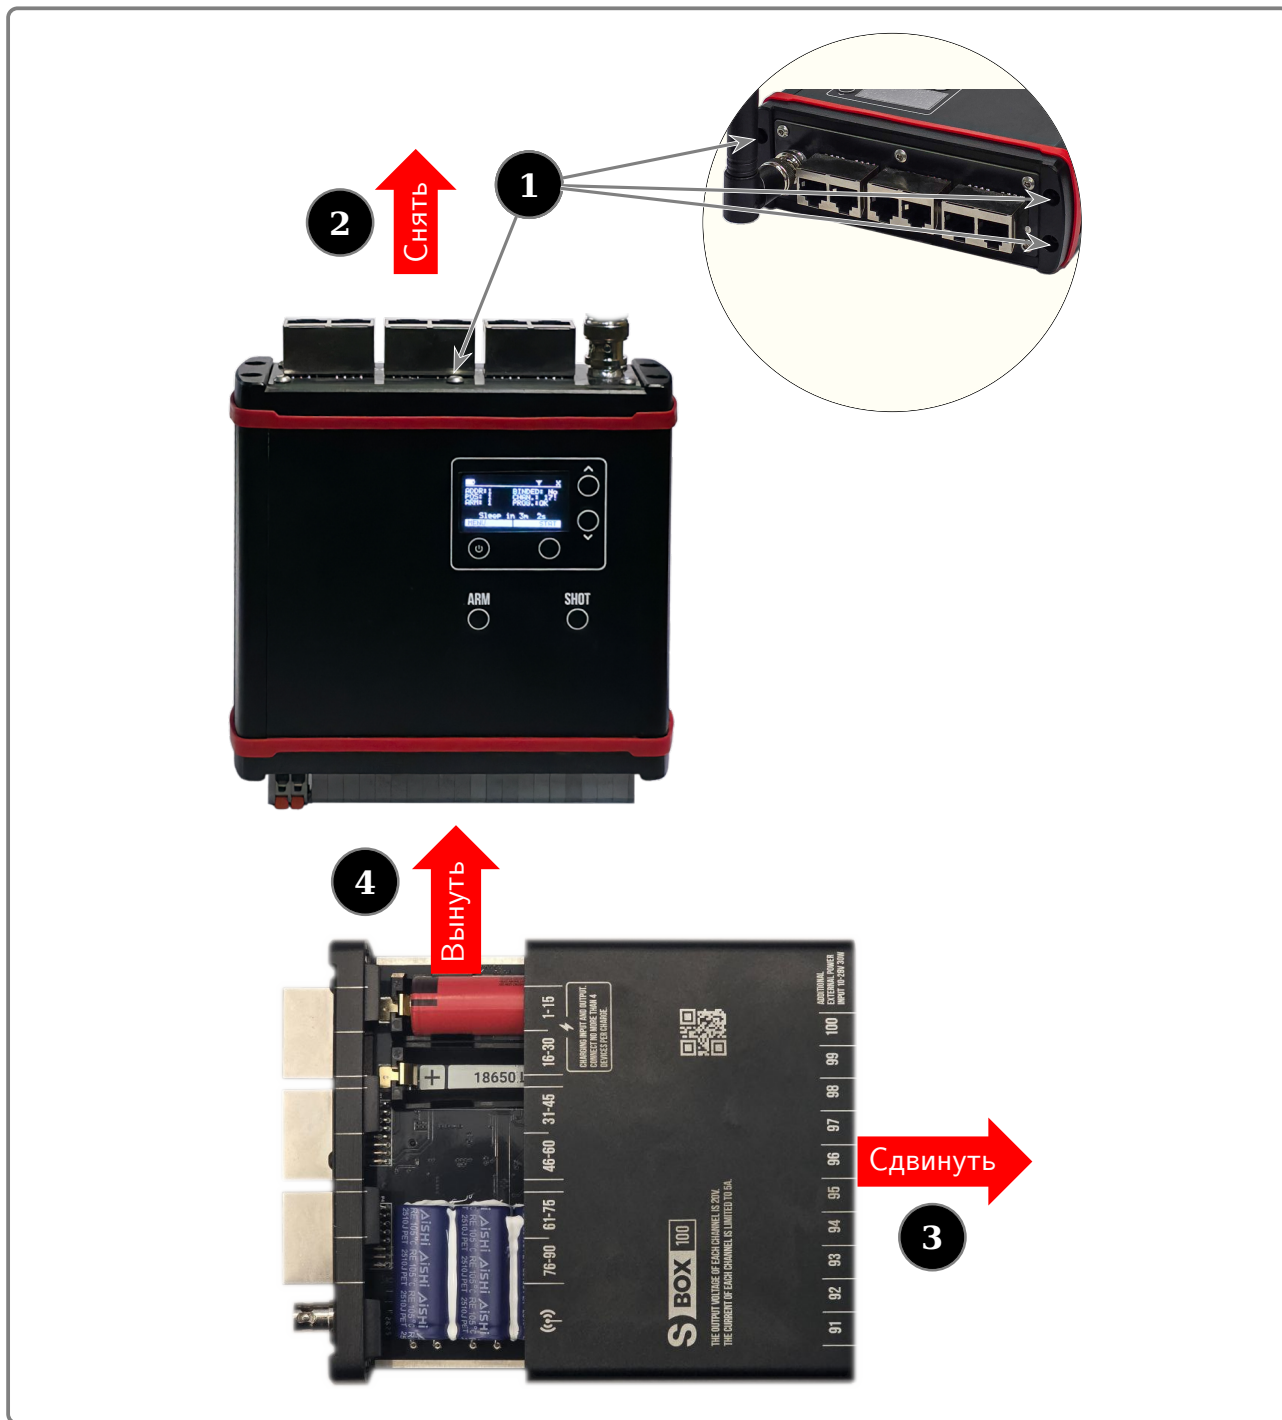

Рис. 20: Снятие аккумуляторной батареи
- 1 — открутить шестигранником 2мм 4 винта находящихся на верхнем торце корпуса устройства в углублении корпуса. (см. рис. 20 на следующей странице)